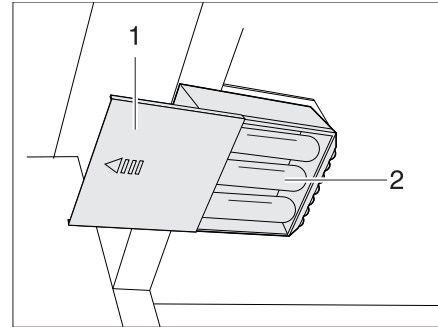

Fig. 175 Eclairage de la penderie avec DEL, compartiment à piles ouvert
- Mettre en place de nouvelles piles de même type en veillant à la polarité correcte (+/-) (Fig. 175,2).
- Repousser le couvercle (Fig. 175,1) en place.